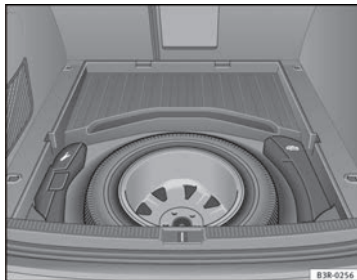

Fig. 196 Rueda de repuesto con llanta de acero
- Gire a mano la rueda moleteada ⇒ fig. 196 en el sentido contrario al de las agujas del reloj.